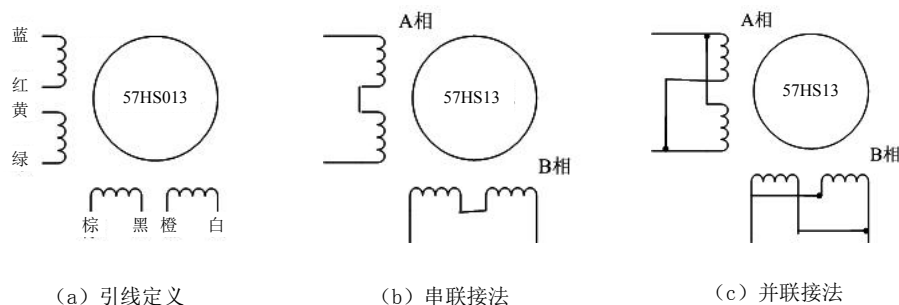

图 7 57 电机串并联接法
- 2) 相是相对的，但不同相的绕组不能接在驱动器同一相的端子上（A+、A-为一相，B+、B-为另一相），雷赛 57HS13 电机引线定义、串、并联接法如图 7 所示。